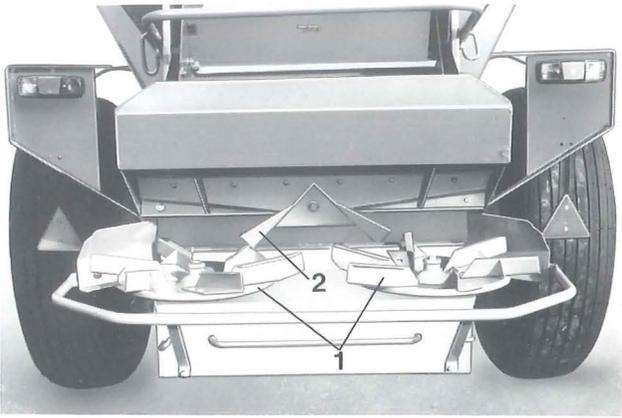
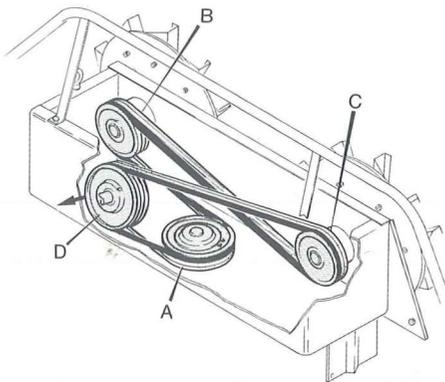

Fig. 7
Fig. 9
Mit dem Zweischeibenstreuwerk (Fig. 7/1) werden vorzugsweise gekörnte, kristalline und erdfeuchte Düngemittel gestreut.
Zum Streuen von erdfeuchten Düngemitteln ist die mitgelieferte Zusatzdachrutsche (Fig. 7/2) zu entfernen (siehe auch Angaben in der Streutabelle). Das Zweischeibenstreuwerk wird durch drei Keilriemen in einem geschlossenen Getriebekasten (Fig. 9) angetrieben. Es ist wichtig, daß die Keilriemen die vorgeschriebene Riemenspannung aufweisen, da sonst mit vorzeitigem Verschleiß zu rechnen ist.
1. Den ersten Keilriemen von der hinteren Rille der Scheibe A von hinten über die obere Rille der Scheibe B, von hinten über die obere Rille der Scheibe C führen. Keilriemenverlauf siehe Fig. 9.